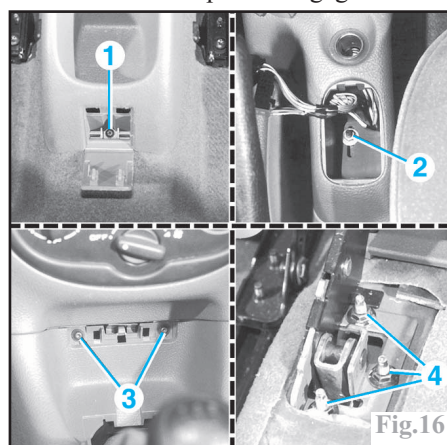

Fig.16
Déposer la vis de fixation (1) (Fig.16) de la console arrière puis la dégager.